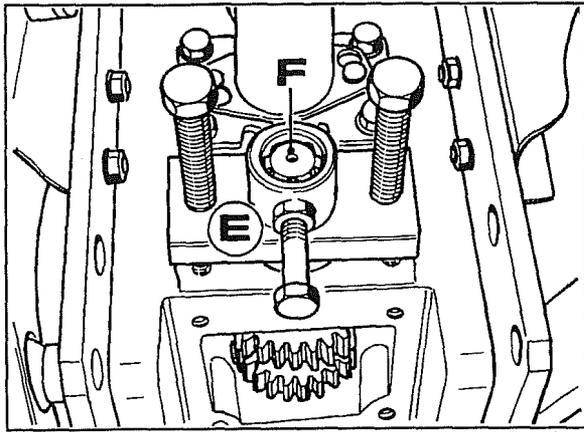
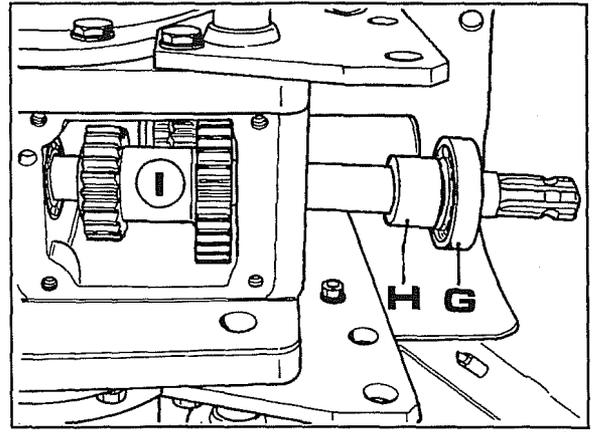

Fig. 3
Fig. 4
4. Enclencher la prise de force synchronisée avec la commande située à côté du levier de frein à main, puis à l'aide de l'outil **E** fig. 3, extraire l'arbre **F** de la prise de force synchronisée. Le roulement **G** et l'entretoise **H** fig. 4 sont extraits en même temps que l'arbre de la prise de force.
Remarque - En sortant l'arbre **F** du carter il faut tenir l'engrenage double **I** fig. 4 pour éviter qu'il tombe par terre.